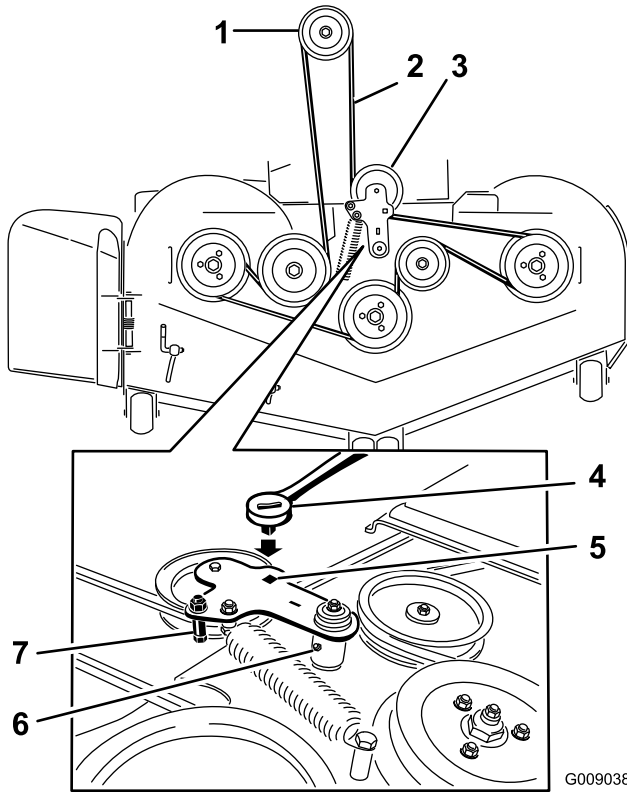

Figura 100
- Levante la chapa de suelo e introduzca una llave dinamométrica en el taladro cuadrado del brazo tensor de la carcasa (Figura 100).
- Gire cuidadosamente el brazo tensor de la carcasa en sentido horario y retire la correa del cortacésped (Figura 100).